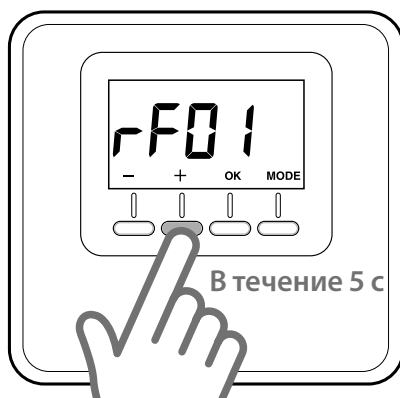

Рис. 7
- Чтобы перейти к техническим параметрам, снова нажмите кнопку «+» и удерживайте ее в течение 5 с; на дисплее отобразится параметр **rF01** (Рис. 7).